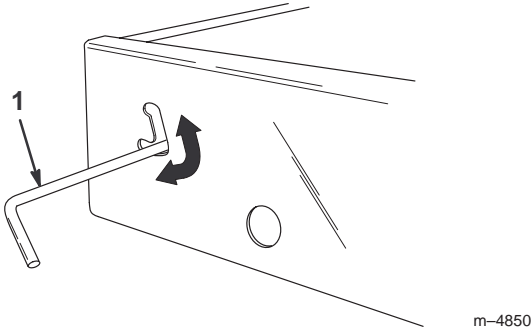

Bild 11
1. Schieben Sie den Riegel aufwärts in Richtung der Oberseite des Ausschnitts im Muldenchassis (Bild 11).
3. Bewegen Sie, um die Mulde fest mit dem Chassis zu verbinden, den Riegel bis in den unteren Teil des Ausschnitts (Bild 11).